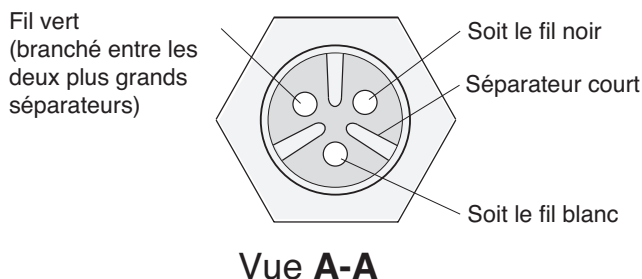

Figure 1
4. Immobilisez l'arbre du rotor, puis dévissez l'impulseur en le tournant dans le sens antihoraire. Déposez l'impulseur et le nettoyer. Si aucun autre entretien n'est requis, procédez à l'inverse des instructions ci-dessus pour remonter la pompe. Rebranchez les fils du moteur comme il est illustré la figure 1. Faites le plein d'huile avec de l'huile diélectrique propre (Référence U197-8A). Vérifiez le niveau d'huile, puis reposez le bouchon de remplissage. L'huile doit couvrir les enroulements du moteur.
10. Rebranchez les fils du moteur, comme il est illustré à la figure 1.